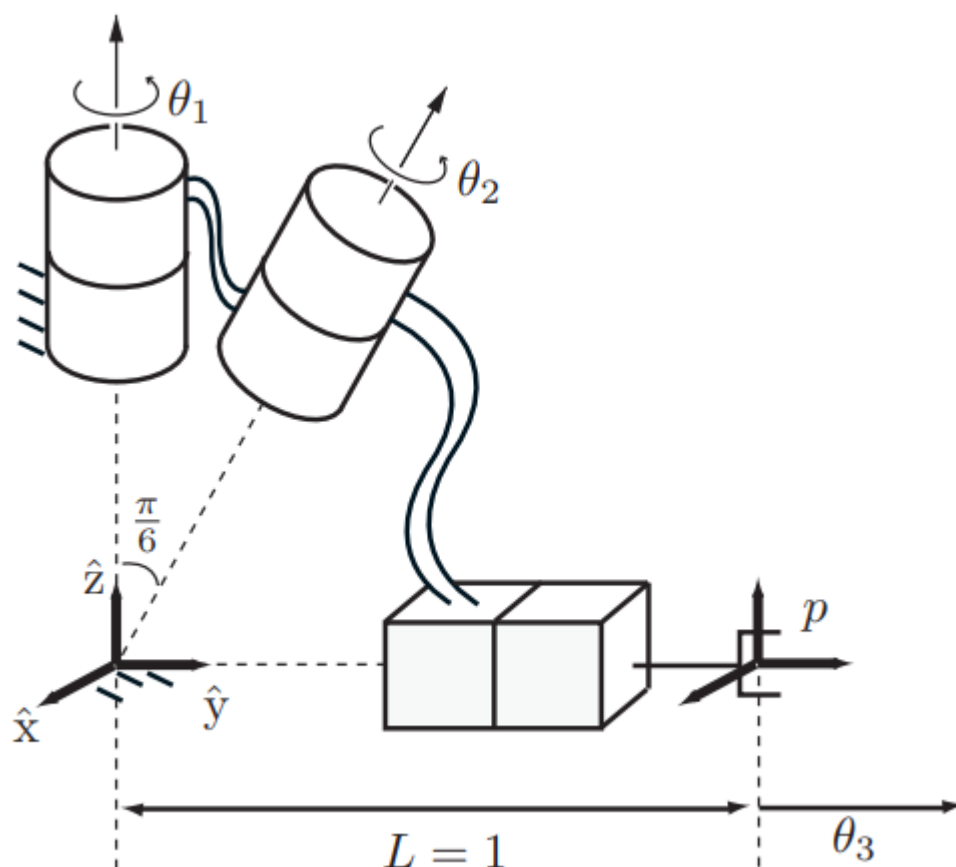

Рисунок 8. Робот 2RP.
1.2 Открытая цепочка робота RRP находится в исходном состоянии (рис. 8). Оси 1 и 2 соединений пересекаются в начале координат, конечный эффектор (p) находится в точке $(0, 1, 0)$.